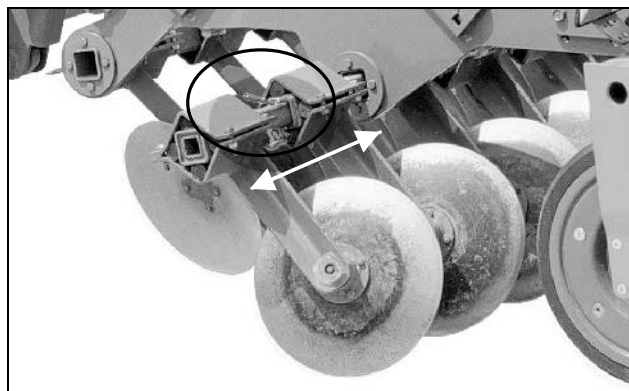

Fig. 31
- Utjämningsstallrikarna (Fig. 31) placeras i arbetsläge:
- Placera utjämningsstallrikarna (Fig. 31) i arbetsläge: